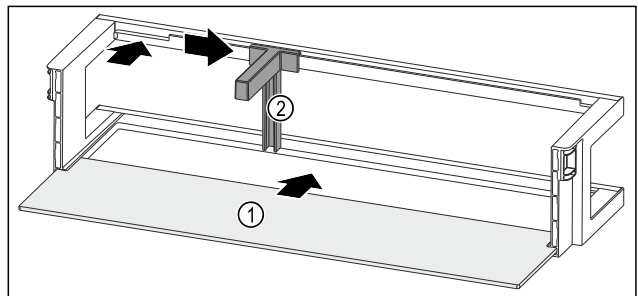

Fig. 66 Türabsteller mit Abstellfläche
- Abstellfläche Fig. 66 (1) in die seitlichen Aussparungen einschieben.
- Flaschenhalter Fig. 66 (2) in die Aussparung einsetzen.
- Flaschenhalter Fig. 66 (2) in gewünschte Position zur Seite schieben.